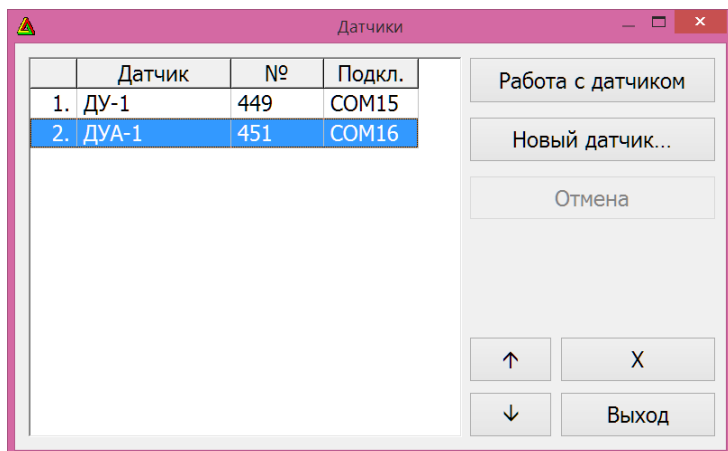

Рисунок 5. Диалоговое окно «Датчики» в «БД СИАМ»
- появится диалоговое окно «Датчики» (см.Рис.5):